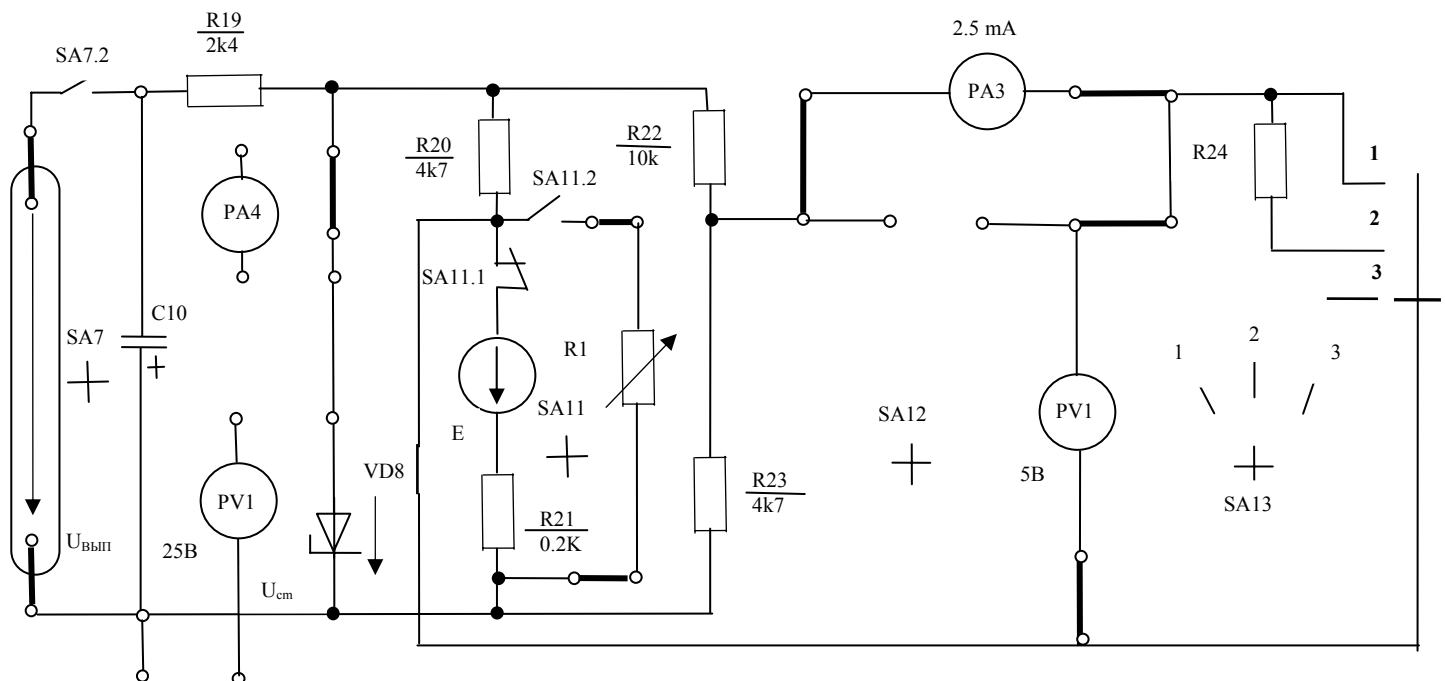

рис. 2.1
2. Собрать схему рисунок 2.1, при этом PV1 и PA3 после моста не подключать. PV1 подключить параллельно VD8. Нижний по схеме конец ЛАТРa TV2 подключить перемычкой к фазе «В».
10. Выключить SA7. Отсоединить PV1 от VD8. Собрать полную схему рис. 2.1. (подключить PV1 и PA3 после моста). Включить SA7.